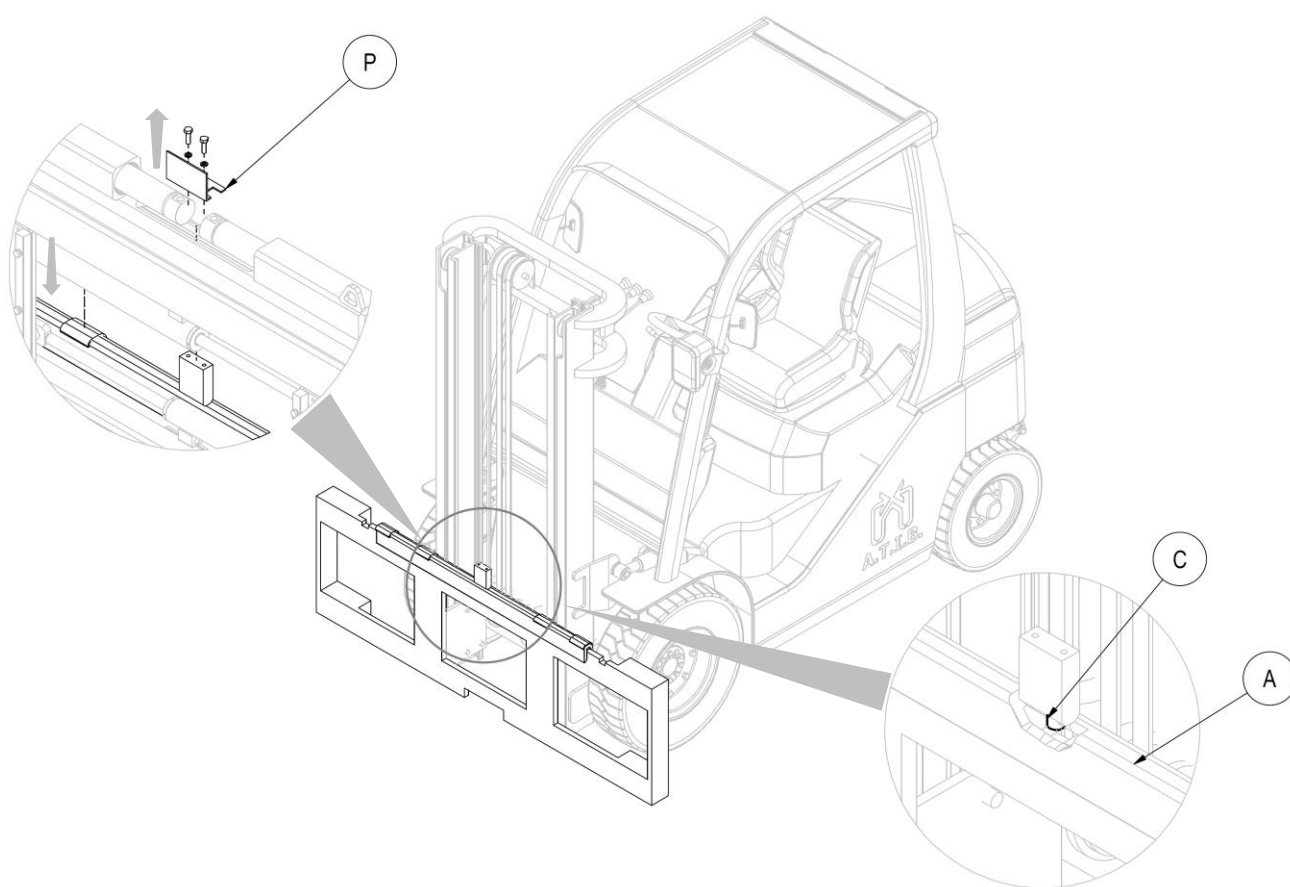

Figura 6
4. Tomar manualmente el doble gancho **A** (con las correspondientes deslizaderas), después de haber desatornillado los tornillos del “plato de protección” (**P**), y posicionarlo sobre el perfil superior de la placa porta horquillas, cuidando de encajar el pivote de centrado **C** en la muesca central del mismo (mira *Figura 6*).